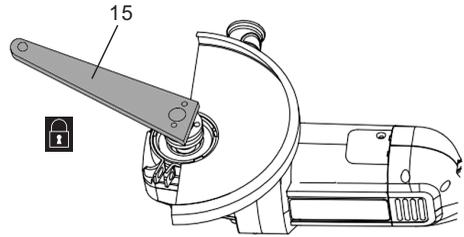

Fig. 12
2. Mantenha o botão de bloqueio do fuso (1) pressionado e solte a flange de bloqueio (10) no sentido anti horário com a chave inglesa (15) (Fig. 12).